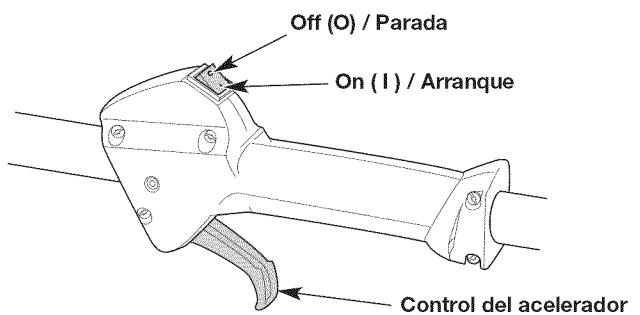
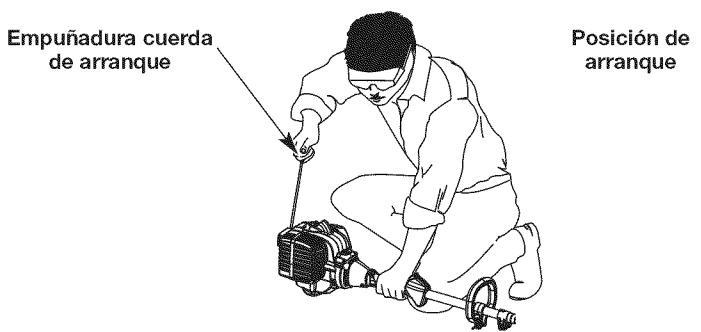

Fig. 8
Fig. 11
ADVERTENCIA: Se debe evitar arrancar accidentalmente la unidad. A fin de evitar que se produzcan lesiones graves, el operador y la unidad deben estar en una posición estable cuando se jala la cuerda de arranque (Fig. 11).
- NOTA:** No es necesario encender la unidad. El interruptor de encendido/apagado está en la posición ON (I) (encendido) en todo momento (Fig. 8).
5. Agacharse en la posición de arranque (Fig. 11).
6. **NO** apriete el control del acelerador (Fig. 8). Tire de la cuerda de arranque con un movimiento controlado y firme hasta que arranque la unidad (Fig. 11).
9. Apriete y mantenga apretado el control del acelerador (Fig. 8). Continúe calentando el motor entre 30 y 60 segundos más. Se puede usar la unidad durante este período.
2. Oprima y mantenga apretado el interruptor de encendido/apagado en la posición OFF (O) (apagado) hasta que el motor se pare por completo (Fig. 8).
7. **NO** apriete el control del acelerador (Fig. 8). Haga funcionar el accesorio Speed Start™ en intervalos de no más de 2 segundos cada vez hasta que arranque la unidad.
11. Apriete y mantenga apretado el control del acelerador (Fig. 8). Continúe calentando el motor entre 30 y 60 segundos más. Se puede usar la unidad durante este período.